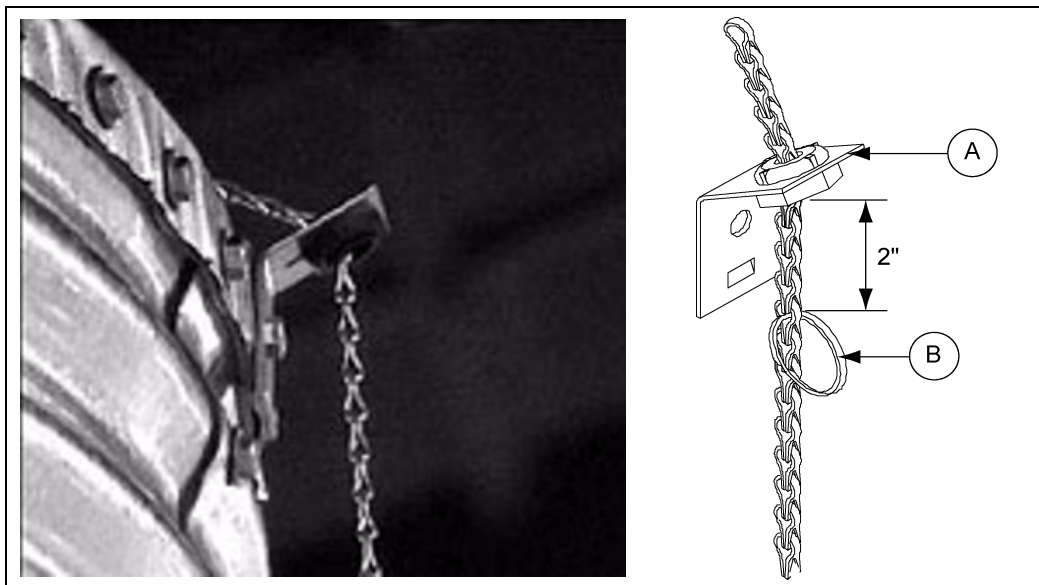
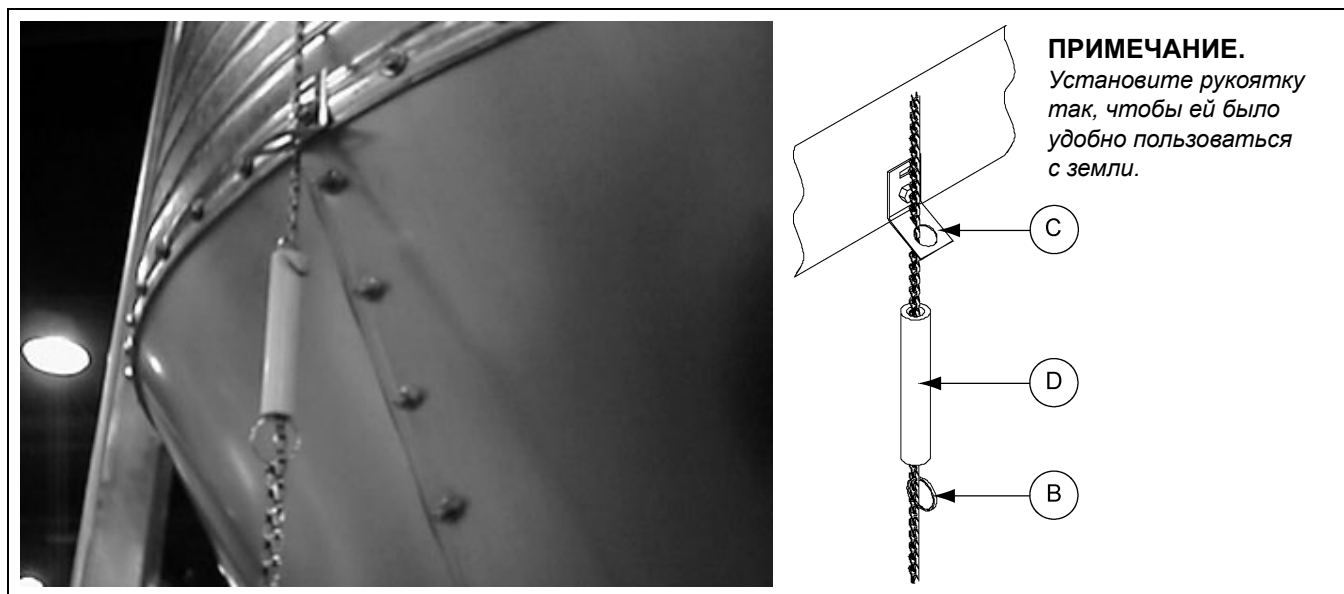

Рисунок 11I
Рисунок 11J
3. Пропустите установленную цепь через отверстие в торце рычага и закрепите ее с помощью прилагающегося кольца для ключей. (См. рис. 11В на стр. 55.) Убедитесь, что цепь наземного регулятора образует свободную петлю вокруг кронштейна карниза крыши и держателя цепи. После устранения провисания цепи при полностью закрытой и заблокированной крышке установите кольцо для ключей на 2" ниже кронштейна карниза крыши. (см. рисунок 11I.) Отрегулируйте установленную рукоятку и кольцо для ключей так, чтобы рукояткой было удобно пользоваться с земли. (см. рисунок 11J.) Убедитесь, что кольца для ключей не мешают полному закрытию крышки и не допускают чрезмерного провисания цепи в верхней части крышки (это может привести к наматыванию цепи вокруг рычага в ветреную погоду).